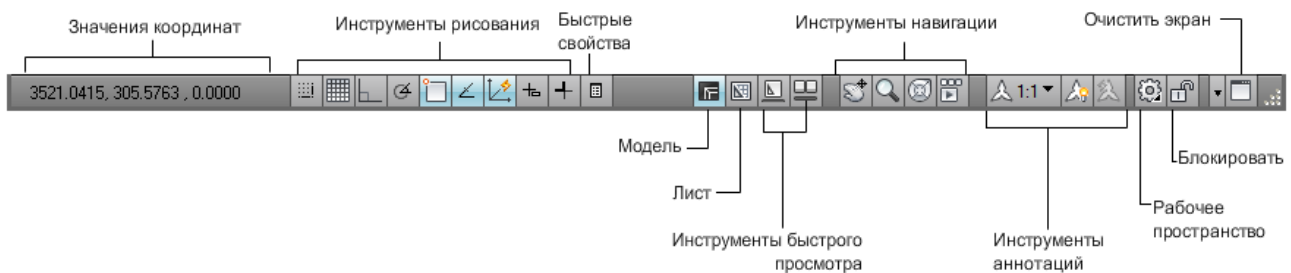

Рис.2.3 Вид окна <Классический AutoCAD>. Строка состояния.
8. В строке состояния приложения отображаются значения координат курсора, режимов рисования, а также инструментов масштабирования, быстрого просмотра и аннотаций и т.д. (рис.2.3). Количество отображаемых позиций регулируется в контекстном меню строки состояния, которое можно вызвать, поместив курсор в любое место строки состояния, не занятое кнопками, и нажав правую клавишу мыши.